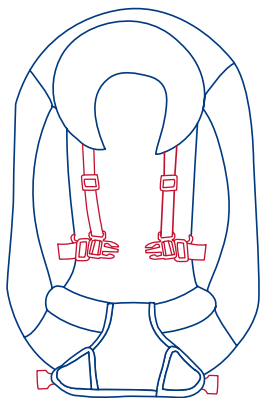
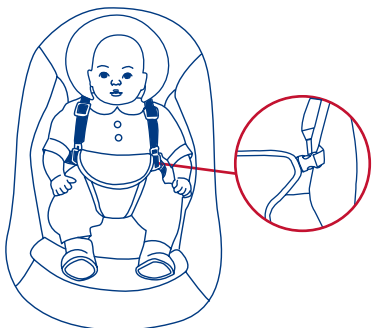

Fig. 10a
Fig. 10b
- Passer les bras de votre enfant à travers les boucles formées par les sangles d'épaule et de taille. ( Fig. 10a). Placez la sangle de l'entre-jambe entre les jambes de votre enfant. Insérer l'extrémité mâle de chaque courroie d'épaule et de taille dans la boucle femelle (répéter pour l'autre côté). (Fig. 10b)
- 10) • Place your child's arms through the loops formed by the shoulder and waist straps ( Fig. 10a). Place the crotch strap between your child's legs. Insert the male end of each shoulder / waist belt into the female buckle (repeat for other side). (Fig. 10b)
- Coloque los brazos de su niño a través de los bucles formado por los hombros y las correas de la cintura. Coloque la correa de la entrepierna entre las piernas del niño.( Fig. 10a) Inserte el extremo macho de cada cinturón de hombro / cintura en la hebilla hembra (repita para el otro lado). (Fig. 10b)